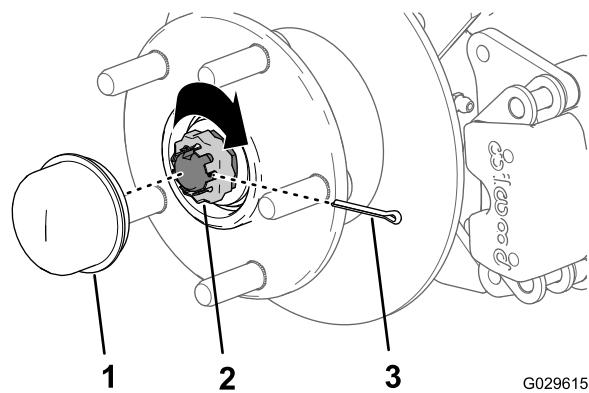

Figura 32
8. Montate il fermo sul dado e controllate l'allineamento della scanalatura sul fermo con il foro del mandrino per la coppiglia (Figura 32).
9. Montate la coppiglia e piegate ciascuna asticella attorno al fermo (Figura 32).
10. Montate il coperchietto antipolvere sul mozzo (Figura 32).